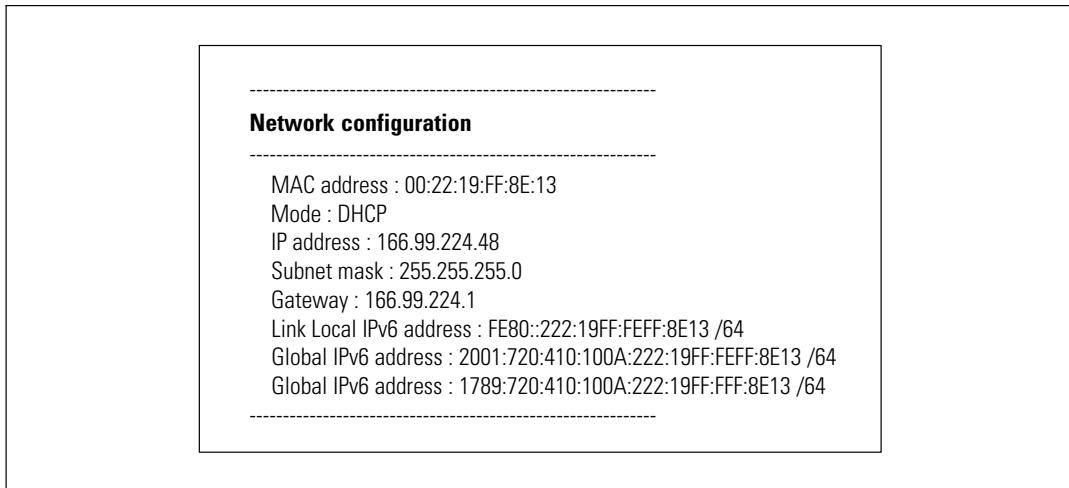

Рисунок 10. Меню настройки сети
- 2** Введите **1** и нажмите **Enter**. Карта отображает настройки, полученные с сервера (см. Рисунок 10).